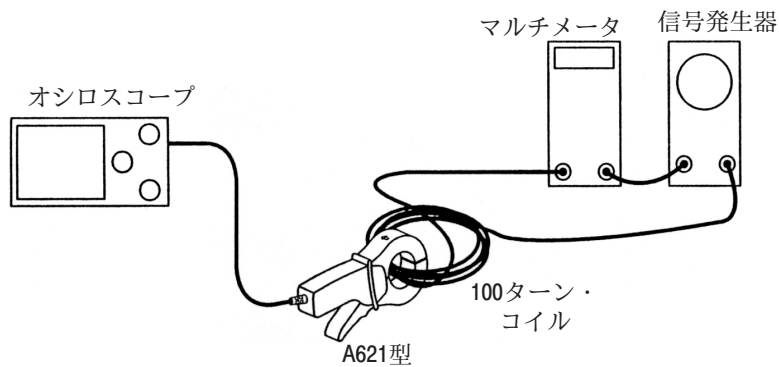

図4: AC 確度チェック
- 1) パッチ・コードとアダプタを使用して、100 ターンのカレント・ループをマルチメータの電流入力と信号発生器の出力に直列に接続します。マルチメータは AC 実効電流レンジに設定します。図 4 をご参照ください。